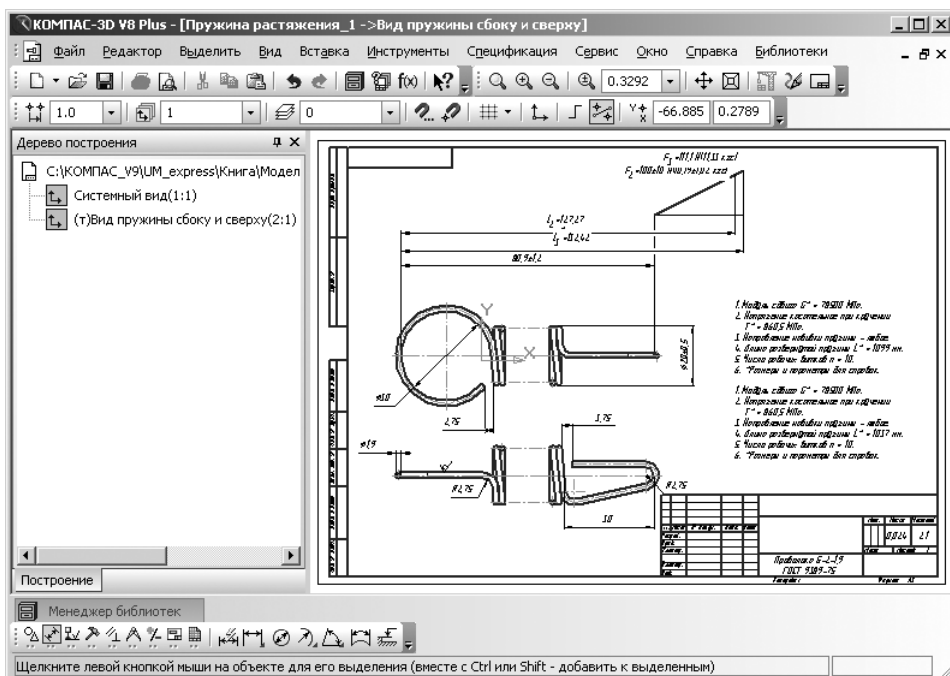

Рис. 4.29. Изображение пружины растяжения с заданными параметрами
- щелкните в диалоговом окне **Построение пружины растяжения** по кнопке **ОК** для перехода к изображению пружины растяжения с заданными параметрами. Это может выглядеть так, как показано на рис. 4.29.
- откройте графический файл с ранее спроектированной пружиной растяжения, например представленный на рис. 4.29.